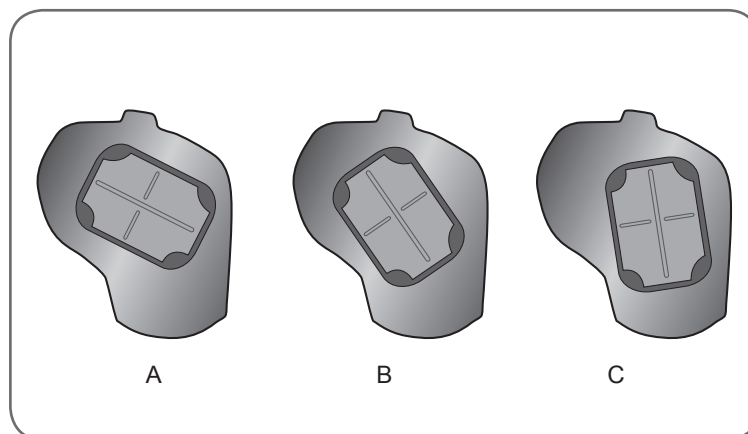

Figure 6-18 : Panneaux d'ajustement des fléchisseurs.
1. Sélectionnez un panneau d'ajustement des fléchisseurs qui provoquera le mouvement désiré de la main. Reportez-vous à la Figure 6-18.